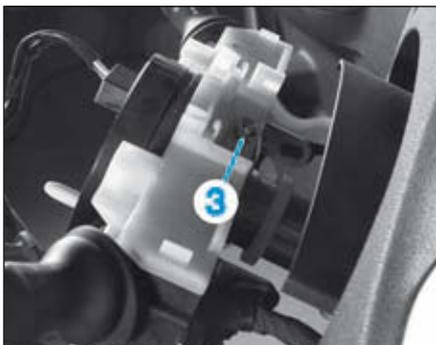

FIG.22
- Desserrer de plusieurs tours la vis de fixation (3) de l'ensemble commodo contacteur tournant (Fig.22).